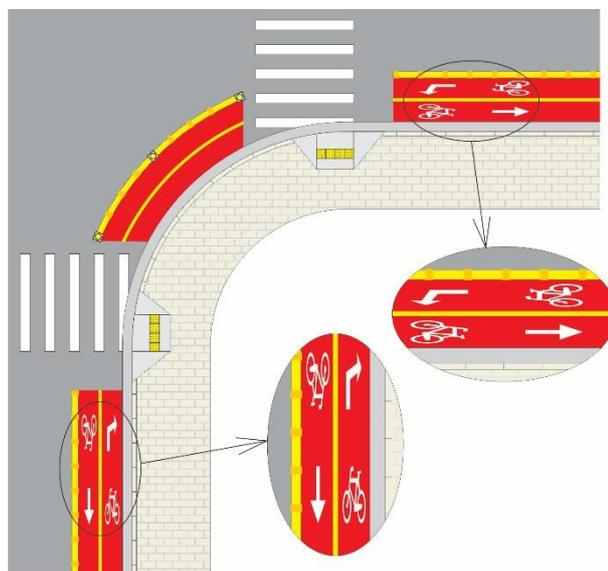

Figura 17
4.3.1. Na aproximação da ciclofaixa, locada na pista, onde ocorre mudança de direção, o projetista deve inserir detalhe do conjunto seta e símbolo “Bicicleta”, como lupa, a ser demarcado, previsto na biblioteca CAD, Figura 17.